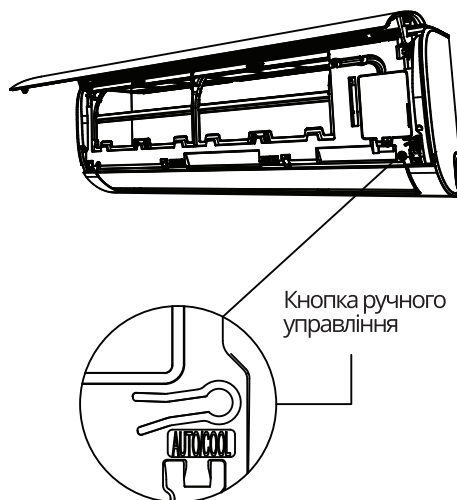

Рис. 8.1
2. Кнопка **РУЧНОГО УПРАВЛІННЯ** знаходиться на правій стороні приладу. Натисніть на неї 2 рази, щоб вибрати функцію ОХОЛОДЖЕННЯ. Див. Рис.8.1